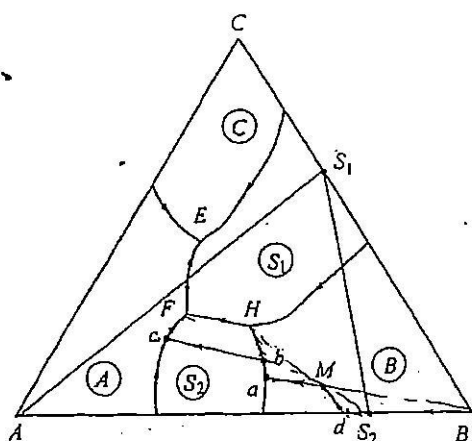

图 23-2. 第七题解答图
2. 见图 23-2。
5. M 点析晶路程见图 23-2 (有穿 S_2 的相区)。